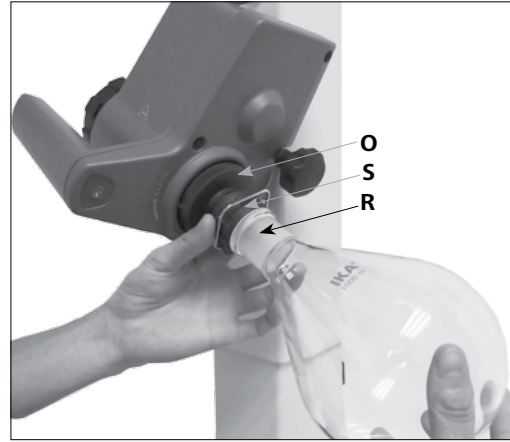

Fig. 15a
- 베이퍼 튜브에 (R) 증발용 플라스크를 올려 놓습니다. (Fig. 15a)